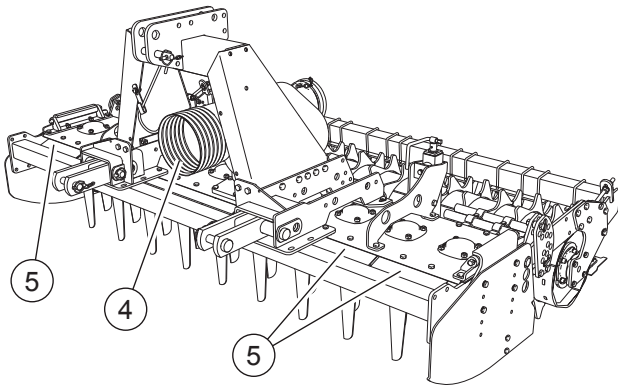

FIG. 20
- Schutzvorrichtung der Zapfwelle der Traktorseite (4, "Fig. 20").
- Schutzblech zum Werkzeugbereich hin (5, "Fig. 20").